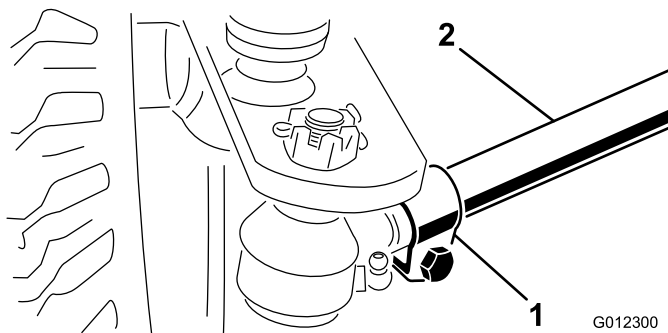

Figure 36
2. Desserrez les fixations aux deux extrémités des biellettes (Figure 36).